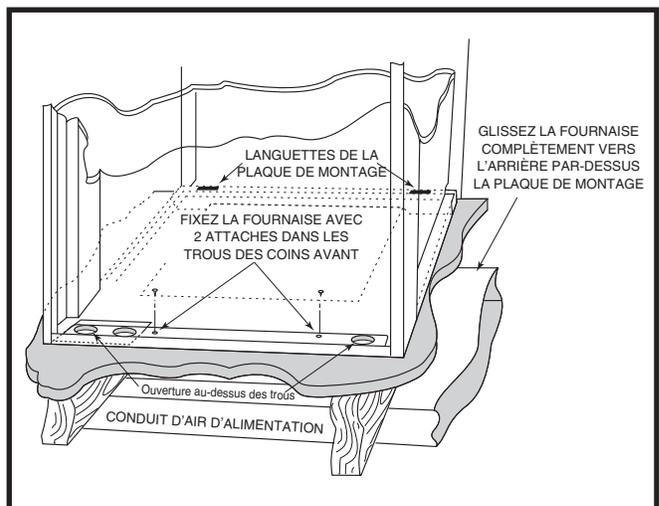
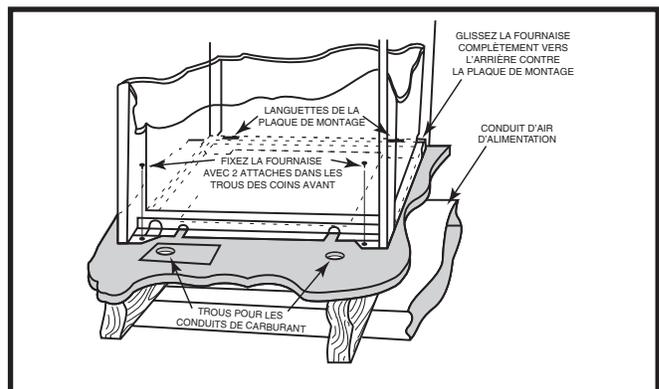

Figure 14. Fournaise de placard « A » et « B »
Figure 15. Fournaise de placard « A » sur armoire à serpentin
Les côtés et l'arrière de la fournaise peuvent être couverts d'un cadre mural comme dans une armoire ou une alcôve. Les dimensions de la pièce ou de l'alcôve doivent convenir à la taille complète des dégagements de la fournaise et de l'installation spécifiés dans la Figure 4 \(page 5\) et dans la page 4. Cette fournaise doit être branchée adéquatement au système d'alimentation d'air tel que montré dans la Figure 14 \(page 8\) et Figure 15 \(page 8\).
4. Fixez le devant avec une (1) ferrure dans chaque coin. Voyez la Figure 14 et la Figure 15.